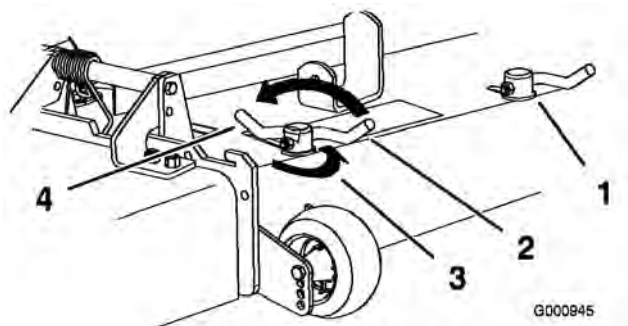

Figure 21
3. Pour régler les verrous à came, soulevez le levier pour desserrer le verrou (Figure 21).
- Repoussez le levier à sa position d'origine pour serrer le déflecteur et les verrous (Figure 21).